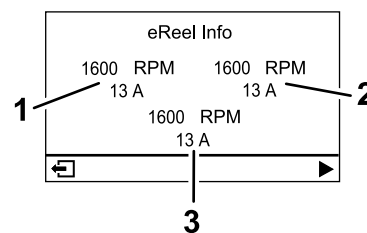

Figura 22
- **Ecrã de informações do motor eReel (Figura 22):** mostra a velocidade e tensão de cada motor da unidade de corte.